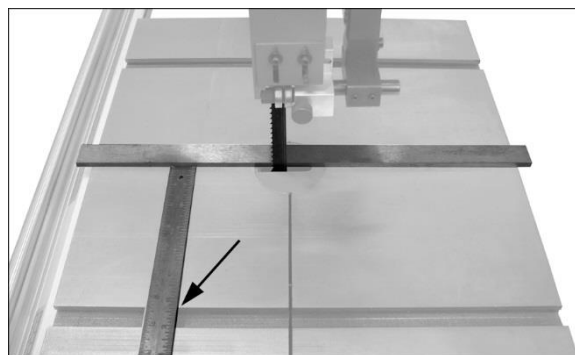

Рис. 13
5. Рычаг натяжения полотна находится в положении «натянута», приложите длинную линейку вплотную к полотну, убедившись, что она равномерно соприкасается как спереди, так и сзади полотна. См. рис. 13. *Не отклоняйте полотно, нажимая на него.*
6. Используйте измерительный инструмент (Рис. 13), чтобы точно измерить расстояние от прорези стола до линейки. Сделайте измерения с обеих, передней и задней, сторон стола. Оно должно быть одинаковым.